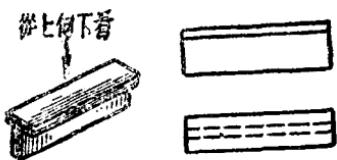

图 2
2. 虚綫 它是用来画看不見的輪廓綫(如图2)。取一块 T 形型鋼做例子，从它的上面向下看，底下的一块因为被上面遮住看